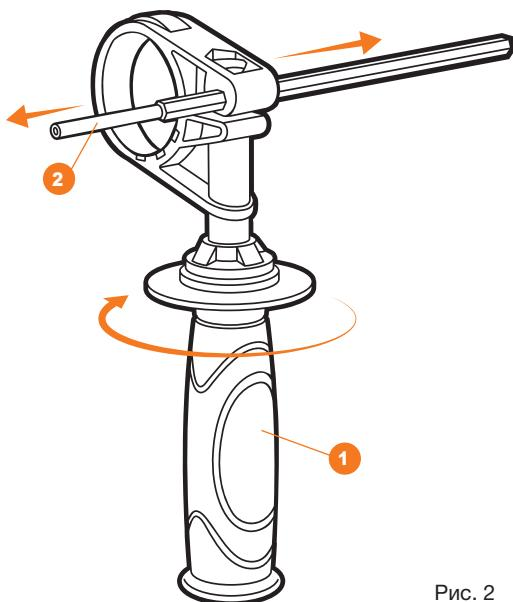

Рис. 2
Для этого поверните нижнюю часть рукоятки против часовой стрелки, что ослабит держатель, поставьте ручку в требуемое положение и затяните держатель поворотом нижней части рукоятки по часовой стрелке (Рис. 2).
Для сверления отверстий с одинаковой глубиной используйте ограничитель глубины сверления ② (входит в комплект поставки), поверните нижнюю часть дополнительной рукоятки против часовой стрелки, установите ограничитель в паз на требуемую глубину и зафиксируйте рукояткой по часовой стрелке (Рис. 2).